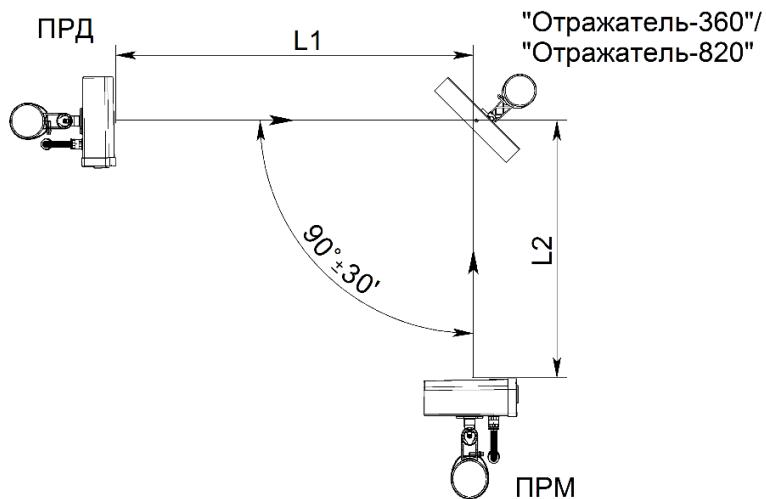

Рисунок 2.12 – Установка извещателей с применением отражателя «Отражатель-360» («Отражатель-820»)
2.3.9.2 При работе извещателей с «Отражателем-360» (см. рисунок 2.12) суммарная длина зоны обнаружения  $L_1+L_2$  (где  $L_1$  – расстояние между блоком ПРД и отражателем,  $L_2$  – расстояние между отражателем и блоком ПРМ) не должна превышать: